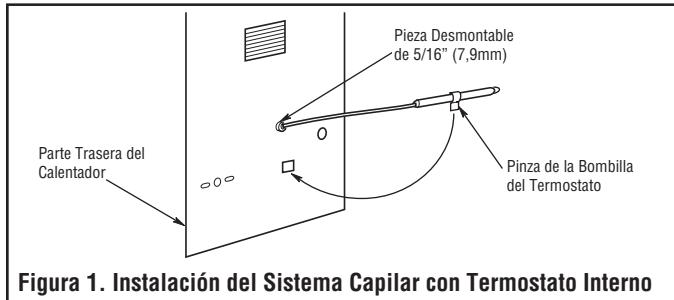

Figura 1. Instalación del Sistema Capilar con Termostato Interno
- Quite la pieza desmontable de 5/16" (7,9mm) que está en la parte trasera del calentador y haga pasar el tubo capilar a través del agujero (Figura 1).